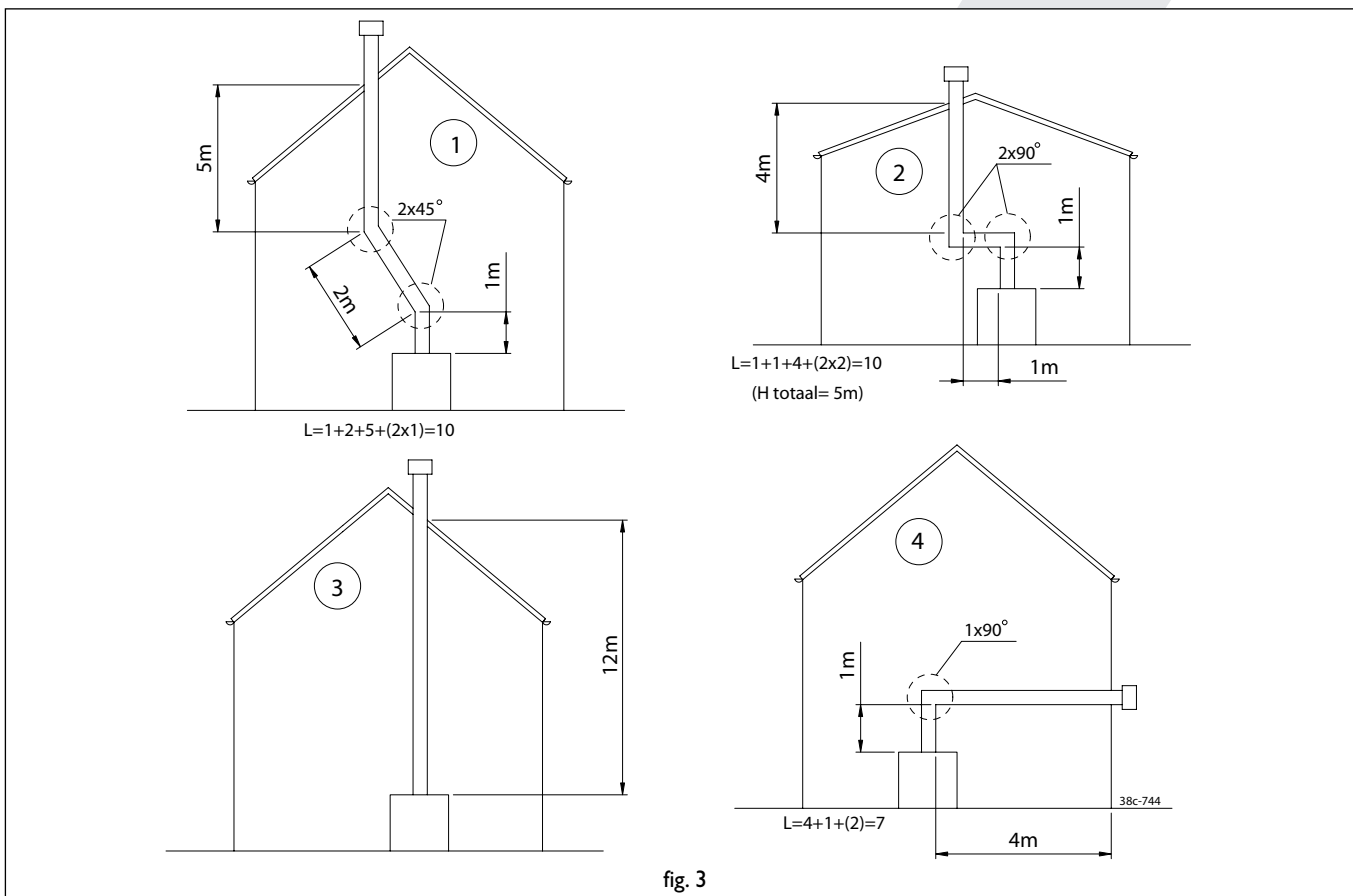

fig. 3
Aansluitmogelijkheden (fig. 3)
- De maximale totale lengte is de som van de buislengte plus de vervangende lengte voor de bochten (zie de 4 voorbeelden in fig. 3).